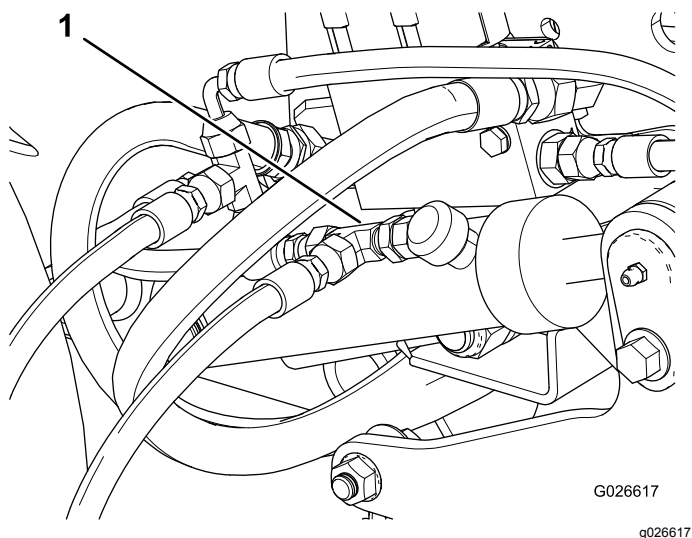

Figura 14
8. Instale a união em T (Figura 14).